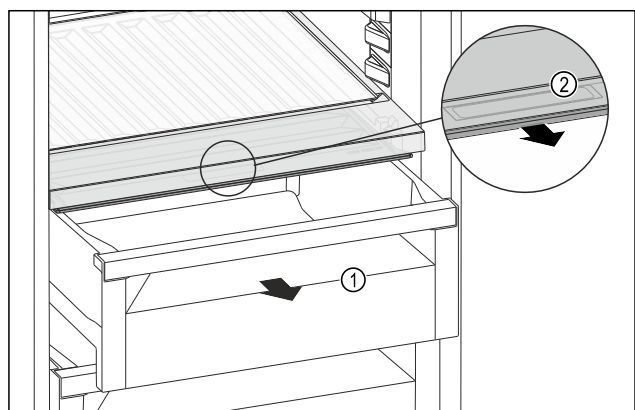

Fig. 123
- 拉出抽屉 Fig. 123 (1)。
- 抓住抽屉盖上的内嵌式拉手 Fig. 123 (2)，并同时向前拉出抽屉盖。